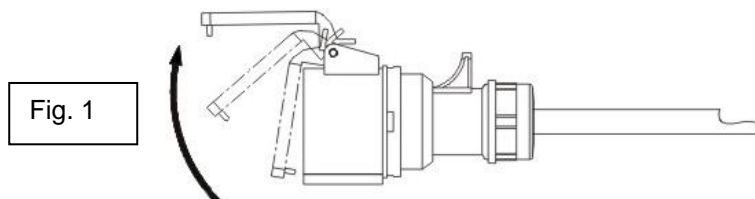

Fig. 1
1.2. Sluit de voedingskabel goed aan op het verwarmingselement. Open hiertoe de beschermklep van de vijfpolige stroomaansluiting (zie Fig. 1). Sluit nu de stekker van het netsnoer aan op de daarvoor bestemde aansluiting op uw verwarming (zie Fig. 2). Het is belangrijk dat de stroomaansluiting stevig in de aansluitbus (4) zit en dat de nippel van de beschermklep in de daarvoor bestemde uitsparing in het verwarmingselement (3) grijpt. Tenslotte sluit u de netstekker (5) op de juiste wijze aan op een stopcontact.